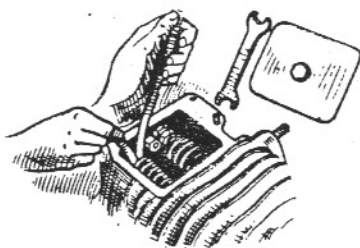

FIG. 5. — RÉGLAGE DU JEU DES SOUPAPES
- Enlever le couvercle (31) de la chambre des soupapes en dévissant le boulon (32) fixé sur ce couvercle (fig. 5).
- Vérifier que la tige-poussoir (33) est en contact avec la partie cylindrique de la came et non avec les profils ascendant ou descendant de celle-ci, s'en assurer en faisant tourner légèrement le vile-